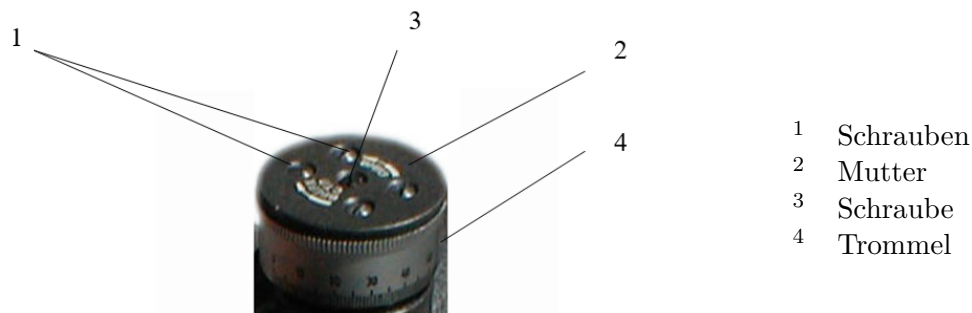

Abbildung 7: Einstellen des Handrads
- das Absehen mit den Handrädern (4) bewegen (Abbildung 7)
- Lösen Sie die Schrauben (1) der Muttern (2) der Handräder (4)
- Halten Sie die Mutter (2) des Handrads (4) fest und drehen Sie das Handrad mit einem Schraubendreher auf die Position «0» (Schraube (3) , die mit dem roten Index auf dem Gehäuse übereinstimmt)
- Ziehen Sie die Schrauben (1) an und überprüfen Sie die Einstellung